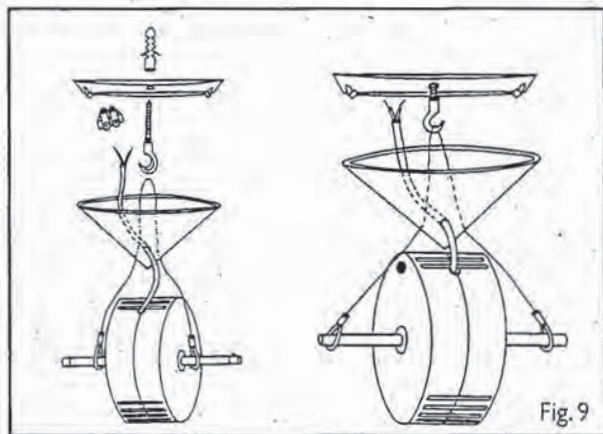

Fig. 9
**3.** Congiunzione del cavo per mezzo di un «mammuth». Spingere il rosone verso l'alto fino a che la piastra non si incastri (fig. 9).